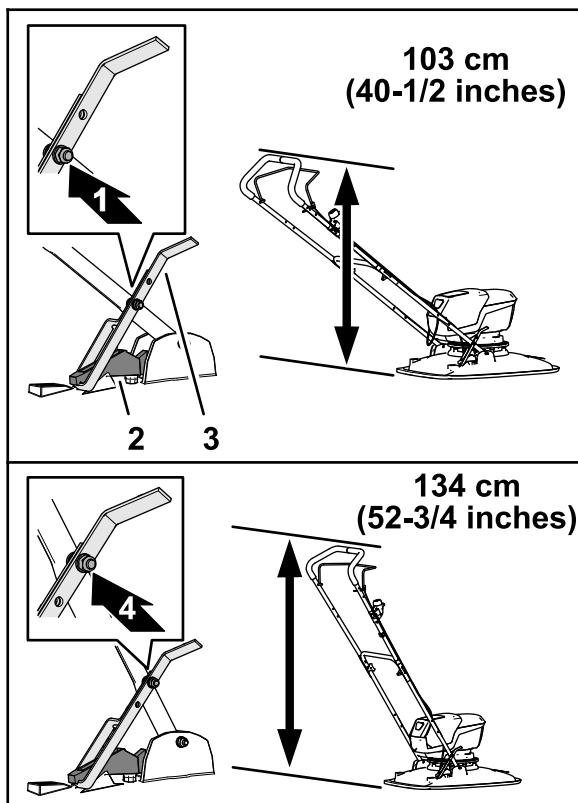

Figura 3
1. Determinai înăltimea barei de ghidare atunci când opritorul acionat cu piciorul este fixat pe suportul superior al opritorului (Figura 3).